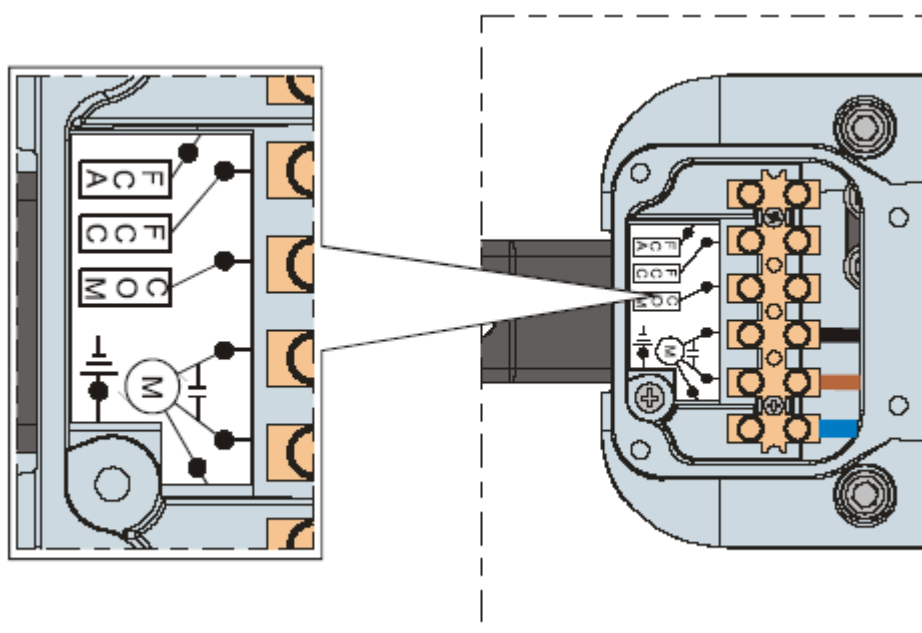

Рис. 14
- 3) Подсоединить кабели двигателя и заземления согласно рис. 14 и таблицы.